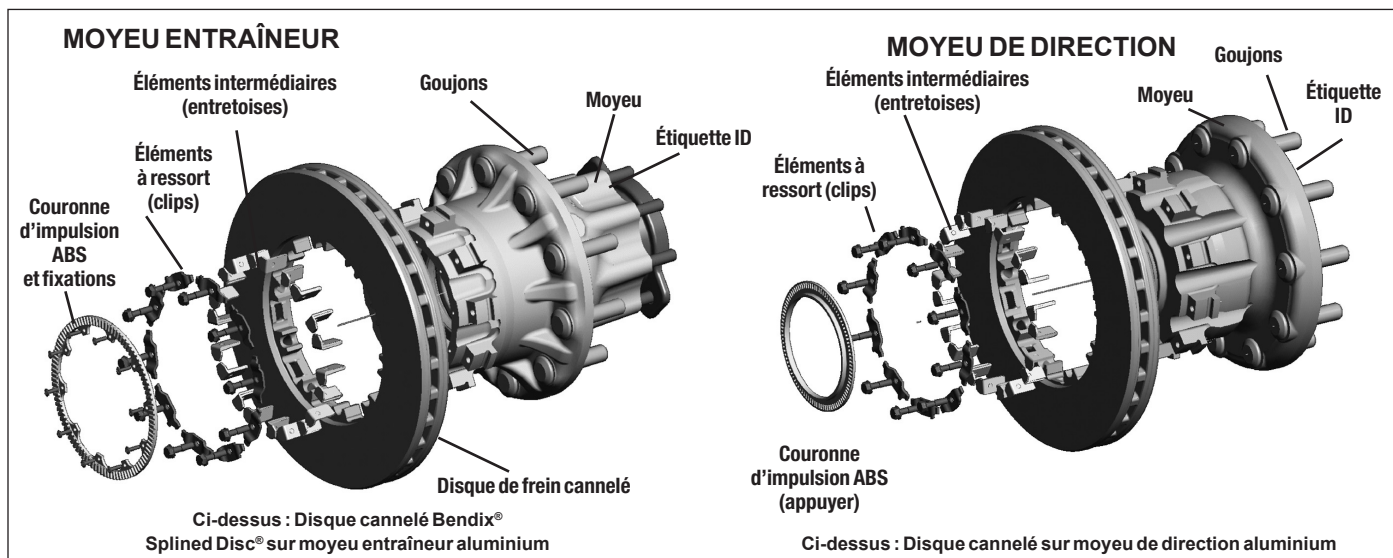

Figure 87 – Exemples de disques de frein cannelés – Éclatés
- 5.7.7 Sur les essieux moteurs, déposer également la couronne d'impulsion ABS. (Cf. Figure 87.) Mettre de côté pour le remontage.